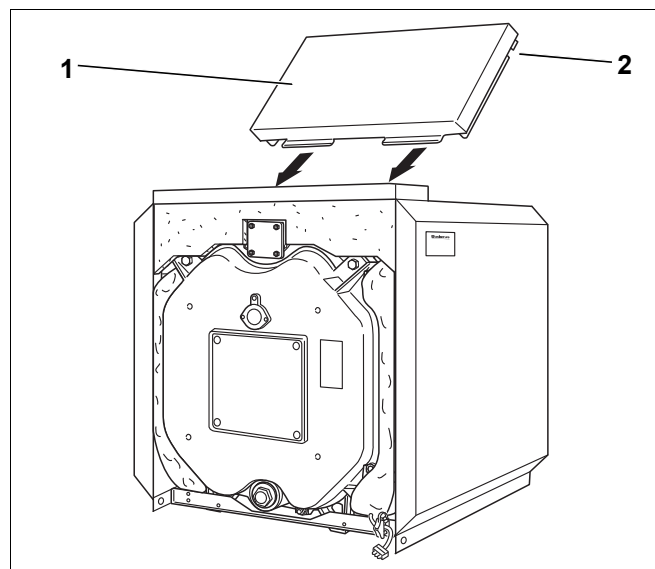

Рис. 37 Монтаж задней крышки
- Уложите заднюю крышку (рис. 37, [1]) между боковыми стенками так, чтобы вырез (рис. 37, [2]) вошёл в траверсу.